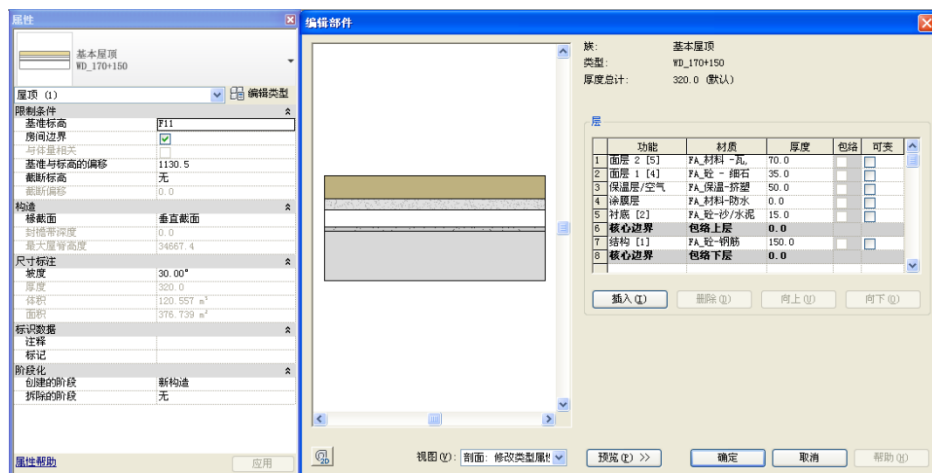

图 6-27
20) 进入屋顶平面，单击坡屋顶“WD\_170+150”，在其“编辑部件”对话框中设置其构造层（如图 6-27 所示）。